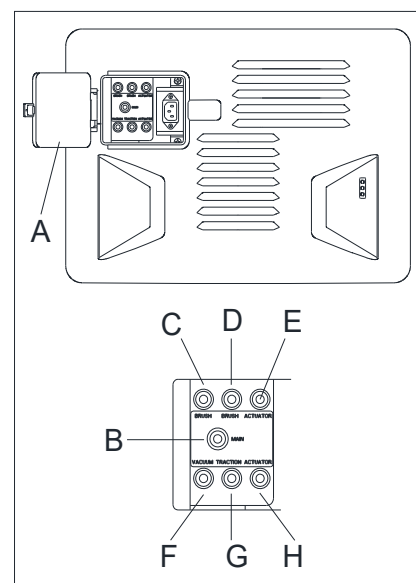

Figura 28
1. Deschideți acoperirea impermeabilă (Figura 28, A)